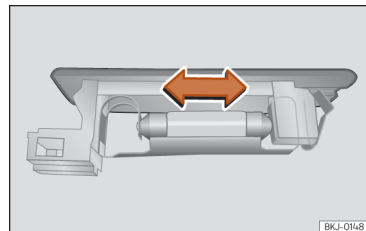

Abb. 177 Gepäckraumleuchte*
- Drücken Sie die Glühlampe zur Seite und nehmen Sie sie aus ihrer Halterung heraus »» (Abb. 177).